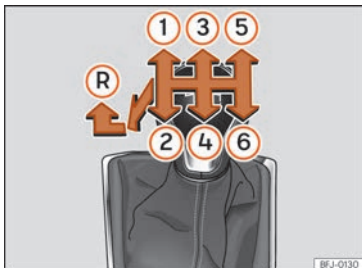

Fig. 165 Esquema de uma caixa de velocidades manual de 6 velocidades.
Na alavanca das mudanças indicam-se as posições das velocidades » **Fig. 165.**
- Com a alavanca das mudanças em ponto morto, pressione-a para baixo, mova-a para a esquerda até ao fim e depois para a frente para selecionar a marcha-a-trás » **Fig. 165 R.**